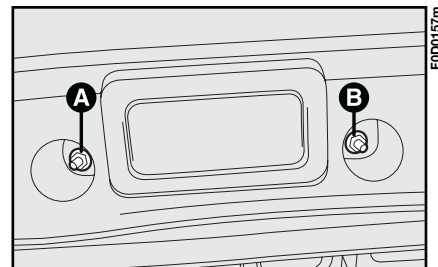

Abb. 24
1) Die zwei Muttern **A**, **Abb. 24** im Inneren des Fahrzeuges neben der hinteren Deckenleuchte losschrauben;